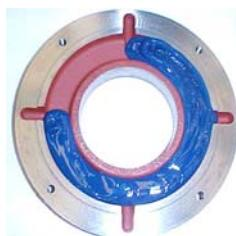

Рисунок 7.2. Внешняя крышка подшипника
- Заполните до $\frac{3}{4}$ емкостей внутренней и внешней крышек рекомендуемой смазкой (Рисунок 7.2) и смажьте подшипник качения надлежащим образом перед сборкой.